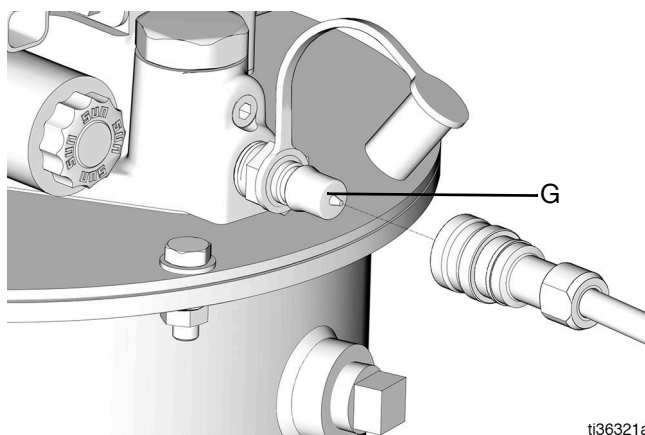

図 18
1. リモート充填ステーションポンプ (AA) から充填ポート (G) へ潤滑剤供給ホース (JJ) を接続してください (図 18)。